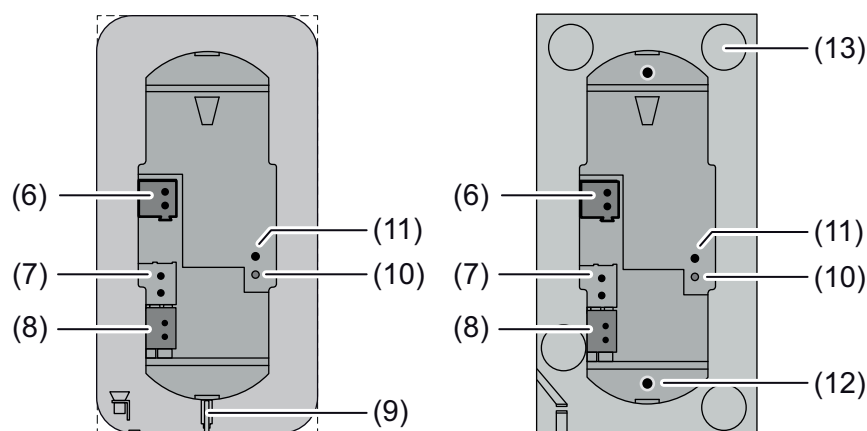

Figure 2: Conception de la face arrière
- Nettoyer les emplacements de collage des points adhésifs sur la face arrière du capteur en verre (13) (figure 2).